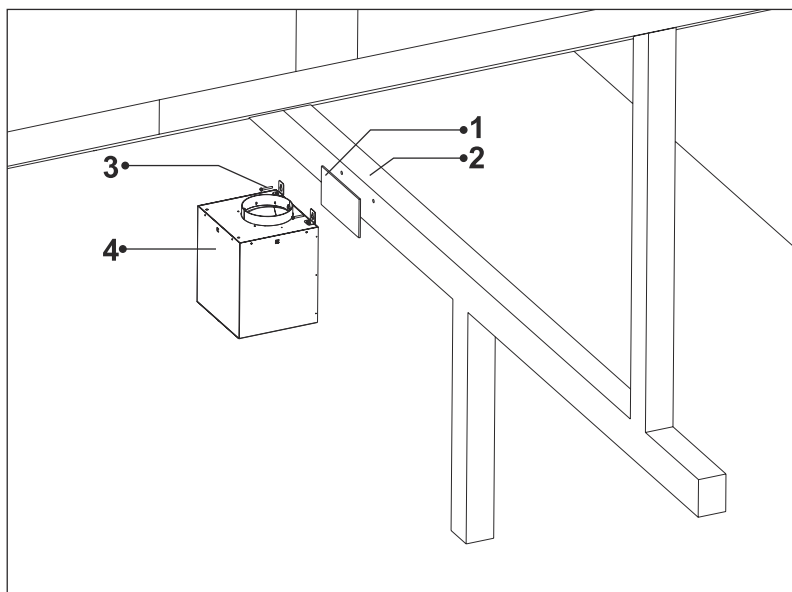

Fig. 17
14. Montera den flyttbara loftmotorn på låkten/regeln med 2 x 5,5x60 mm skruvar (Fig. 17).